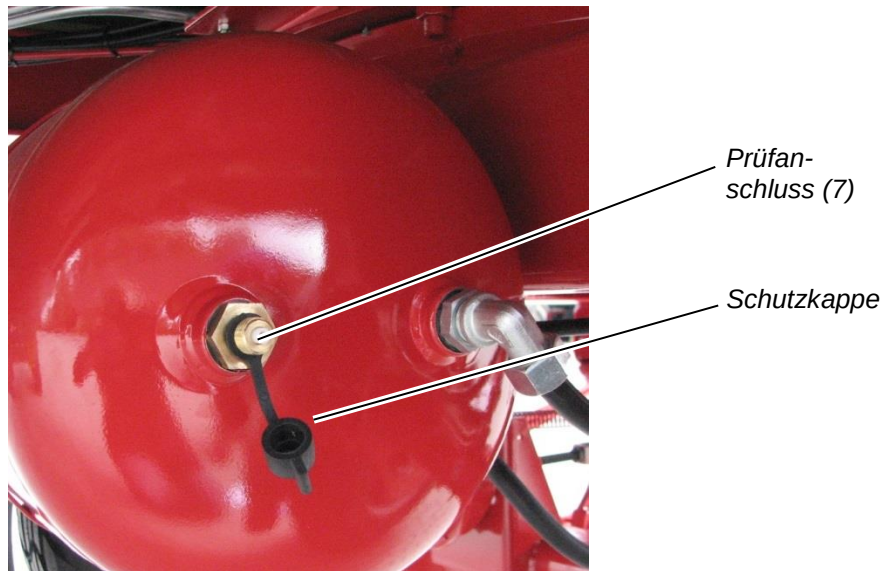

Abbildung 50: Prüfanschluss für ein Manometer am Druckluftvorratsbehälter
- ⇒ Ziehen Sie die Schutzkappe vom Prüfanschluss (7) ab (siehe Abbildung 50).
- ⇒ Stecken Sie ein Manometer auf den Prüfanschluss (7) und lesen Sie den gemessenen Luftdruck ab.
- ⇒ Setzen Sie die Schutzkappe wieder auf den Prüfanschluss (7) auf.